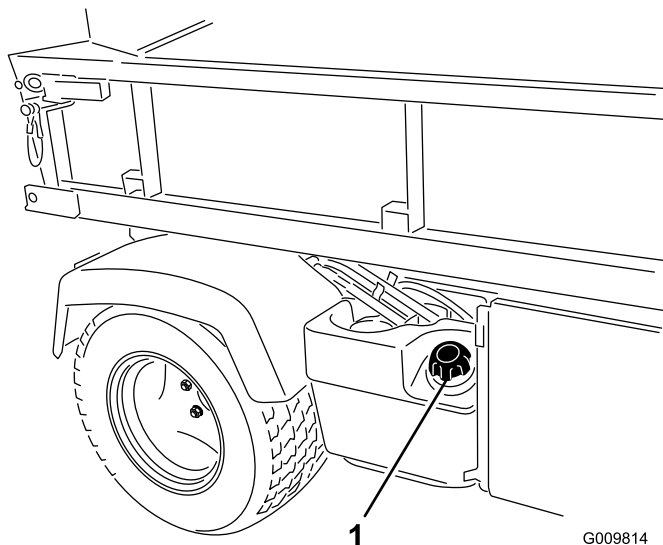

Figura 16
2. Retire a tampa do depósito de combustível (Figura 16).